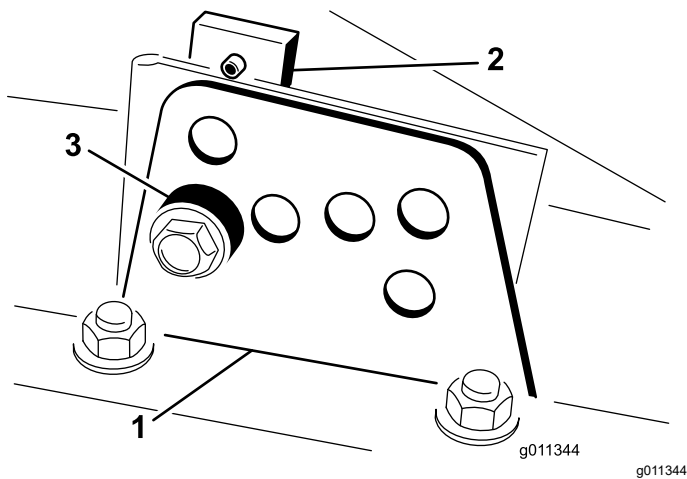

図 22
2. 図 22のように、各刈り高ブラケットを刈り高プレート前と右と左に固定しているボルトをゆるめる。
4. チェンバを支えておきながらスペースを取り外す 図 22。